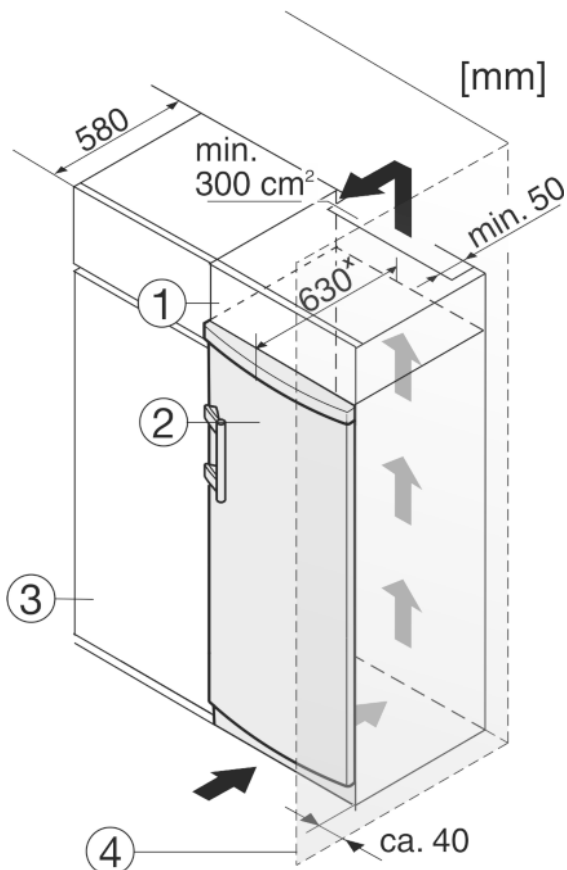

Fig. 10
- (1) Дополнительный шкафчик
- (2) Устройство
- (3) Кухонный шкаф
- (4) Стенка
Устройство может быть окружено кухонными шкафами. Чтобы уравнять устройство *Fig. 10 (2)* по высоте с кухонной стенкой, можно установить над устройством дополнительный шкафчик *Fig. 10 (1)*.
При комбинировании с кухонными шкафами (глубина макс. 580 мм) устройство можно установить непосредственно рядом с кухонным шкафом *Fig. 10 (3)*. Устройство выступает сбоку на 34 мм * и по центру на 50 мм * относительно передней стенки кухонного шкафа.
Если устройство установлено на шарнирах у стены *Fig. 10 (4)*, то расстояние между устройством и стеной должно быть не менее 40 мм. Настолько выступает ручка при открытой дверце.